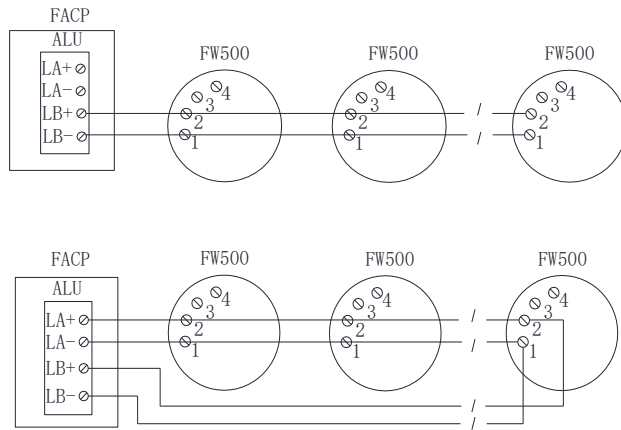

图 3. 接线图
2. 如图 3 所示，将信号回路线(SLC)接至探测器底座。端子 1、2 无极性区别。